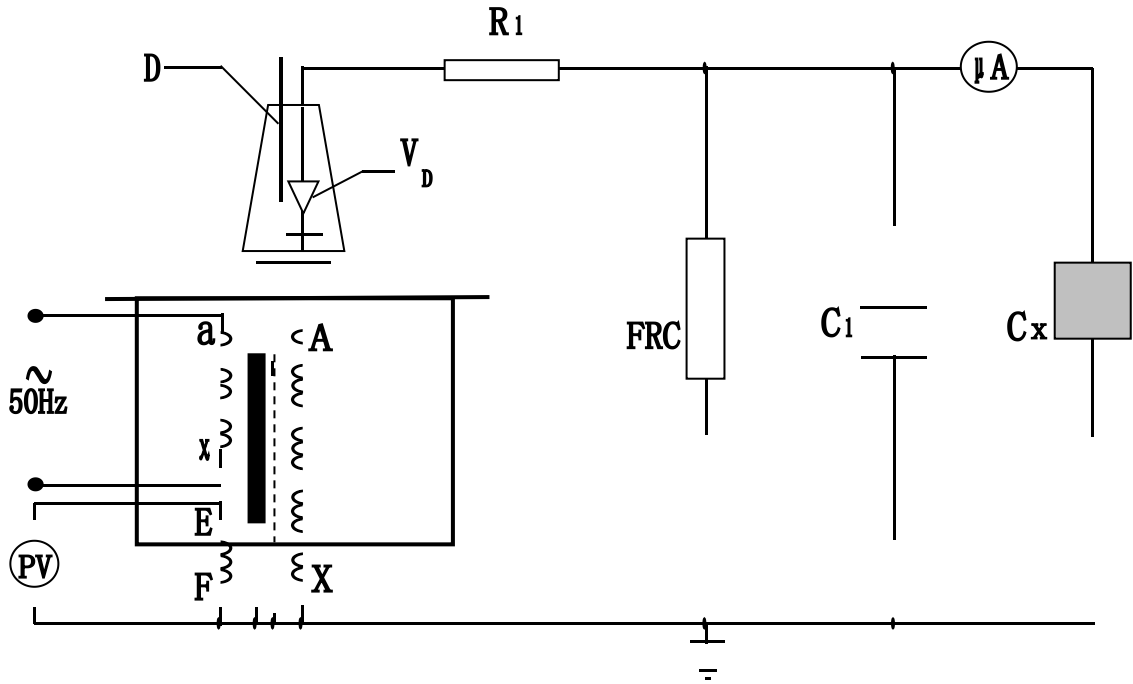

图 7：高压直流泄露试验接线图
5、试验变压器在做被试品的直流耐压或泄露试验时接线原理图如图 7。
注：此试验应先抽出短路杆“D”，图 7 中所示。